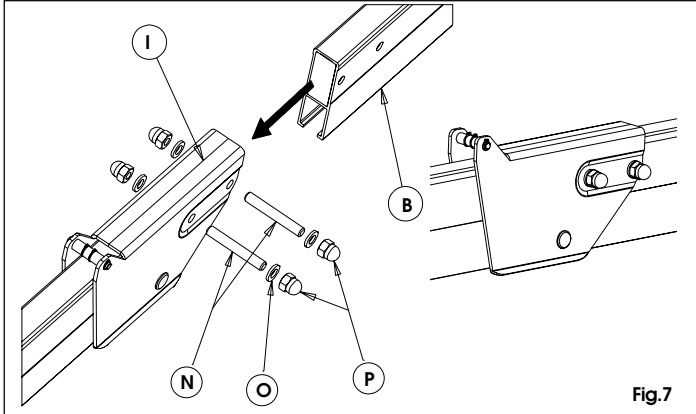

Fig.7
- 8) Inserire lo spezzone **B** nel particolare **I**, inserire nei rispettivi fori i tiranti **N** e bloccarli utilizzando le rondelle **O** ed i dadi **P** come in Fig.7.
- 8) Insert section B on part I, insert tie-rods N in their holes and secure them with washers O and nuts P as shown in Fig. 7.
- 8) Introduire le tronçon B dans la pièce I, introduire dans les trous correspondants les tirants N et les bloquer en utilisant les rondelles O ainsi que les écrous P d'après la Fig.7.
- 8) Introduzca el trozo **B** en la pieza **I**, introduzca en los correspondientes taladrados los tirantes **N** y bloquéelos utilizando las arandelas **O** y las tuercas **P** como se indica en la Fig. 7.
- 8) Das Teilstück **B** in das Teil **I** einlegen, die Zugstangen **N** in die jeweiligen Bohrungen einlegen und mit den Unterlegscheiben **O** und den Muttern **P** gemäß Abb. 7 blockieren.